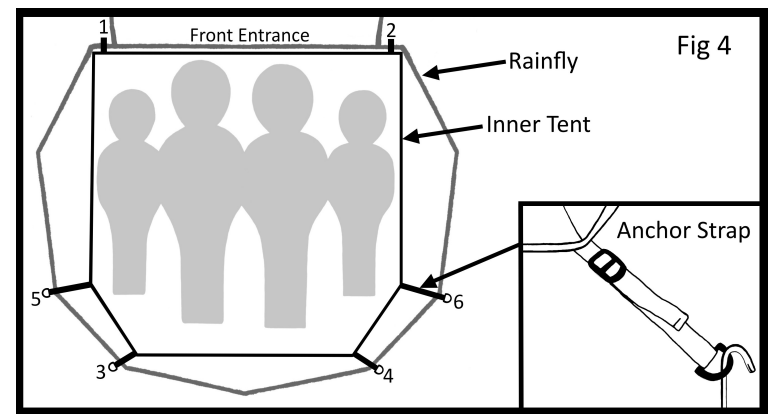

Fig 4
2. Peg down the front corners of the ground sheet making sure they are an even distance from the sides of the rainfly (Fig 4 - Nos 1 & 2). Pull the extended anchor straps from under the rainfly and peg into the ground (Nos 3 & 4). Tighten the anchor strap to tension the groundsheet. Then do the same with the remaining corners (Nos 5 & 6).
Peg nach unten den vorderen Ecken des Bodenplane dafür, dass sie einen gleichmäßigen Abstand von den Seiten des rainfly (Fig 4 - Nos 1 und 2). Ziehen Sie die erweiterten Ankerträger unter dem rainfly und Zapfen in den Boden (Nos 3 & 4). Ziehen Sie die Verankerungslasche des Bodens zu spannen. Dann das gleiche mit den übrigen Ecken (Nos 5 & 6).
Peg sur les coins avant de la feuille de sol en vous assurant qu'ils sont une distance encore des côtés de la rainfly (Fig 4 - Nos 1 et 2). Tirez sur les sangles d'ancrage prolongées sous le double toit et cheville dans le sol (Nos 3 et 4). Serrer la sangle d'ancrage pour tendre le tapis de sol. Ensuite, faites la même chose avec les coins restants (Nos 5 et 6).
Peg por las esquinas frontales de la hoja de tierra asegurándose de que estén a una distancia incluso de los lados del doble techo (Fig 4 - Nos 1 y 2). Tire de las correas de anclaje extendidos desde debajo del techo cobertor y PEG en el suelo (Nos 3 y 4). Apriete la correa de anclaje para tensar la tela impermeable. Luego hacer lo mismo con las esquinas restantes (Nos 5 y 6).